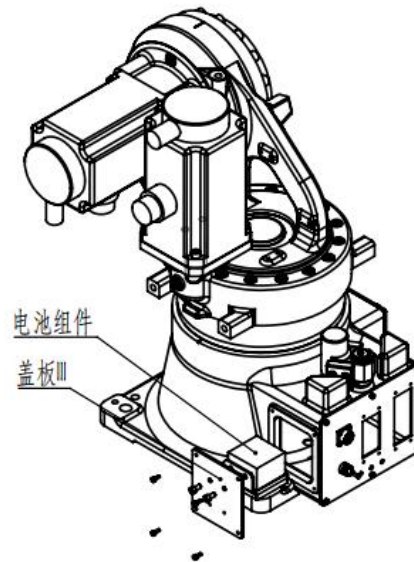

图 4-6 机器人电池组位置图
2) 拆卸机器人底座侧盖板，拆卸电池组，如图 4-6 所示。从电池盒中取下旧电池，将新电池装